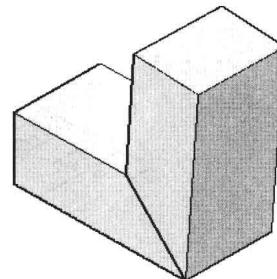

图 9-5-9
(3) 命令行提示“是否删除源对象？[是 (Y) / 否 (N)] <否>”，按 Enter 键，保留原始对象。镜像效果如图 9-5-9 所示。